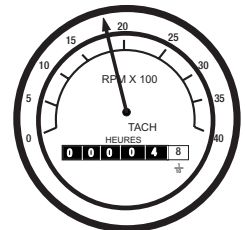

Figure. 36 Jauge de Tachymètre du Moteur
9. *L'indicateur du tachymètre* (Figure 36) indique le régime moteur lorsque le générateur est en marche. En situation de fonctionnement normal, la vitesse est d'environ 1800 TPM.